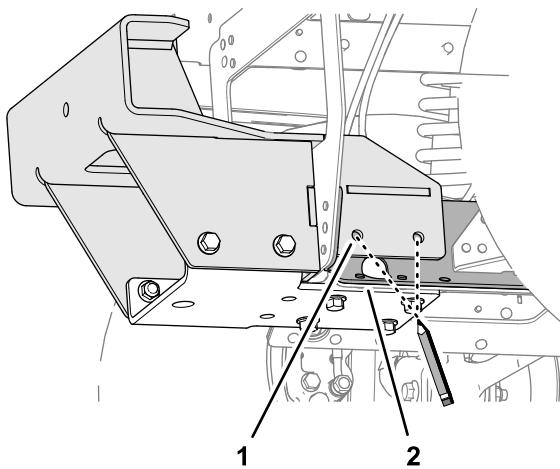
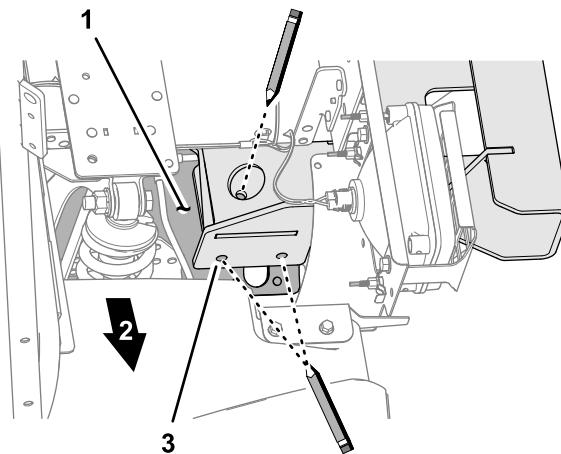
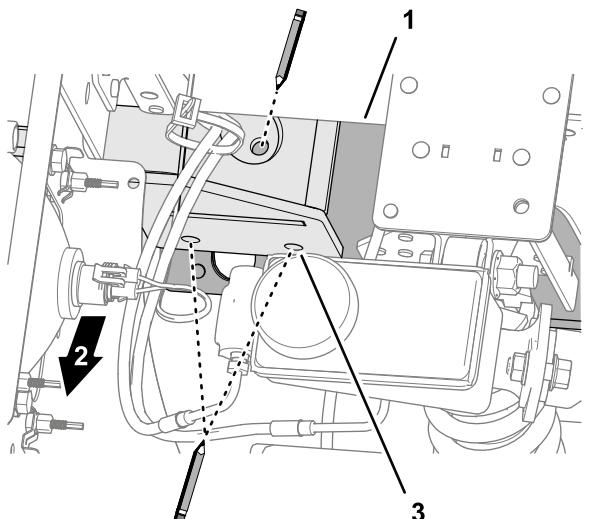

Bild 53
Bild 55
Bild 54
2. Markieren Sie die sechs Lochpositionen der unteren Halterung auf der mittleren Kanalplatte, wie in Bild 53, Bild 54 und Bild 55 abgebildet.